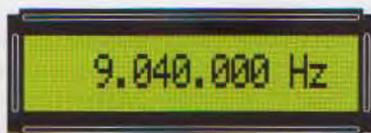

Fig.13 Poichè la frequenza Fondamentale di un quarzo da 27.120.000 Hz in 3° armonica è di 9.040.000 Hz, dovete digitare tale numero sulla tastiera.
- accendete il **Generatore DDS** quindi, sapendo che la **frequenza fondamentale** del quarzo prescelto risulta di **9.040.000 Hz**, digitate sulla **tastiera** questo numero (vedi fig.13);